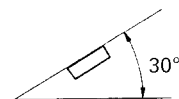

Fig. 8
- Si el ángulo de la instalación excede los 30° del lado horizontal, la unidad podría no brindar su óptimo funcionamiento. (Fig. 8)